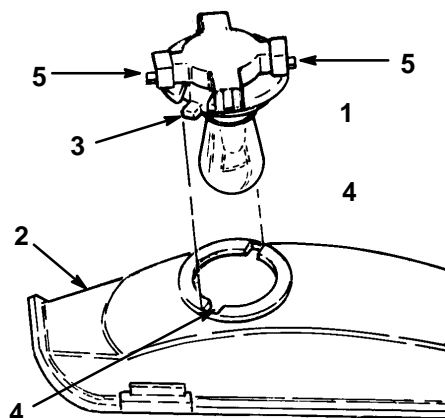

Figure 17
3. Tourner le support de l'ampoule de 1/4 de tour vers la gauche, et le retirer du réflecteur (Fig. 17).
2. Le support de l'ampoule présente deux languettes (Fig. 17). Présenter ces languettes face aux encoches correspondantes dans le réflecteur, insérer l'ampoule et son support dans le réflecteur et tourner le support de 1/4 de tour vers la droite jusqu'à ce qu'il ne puisse pas aller plus loin.